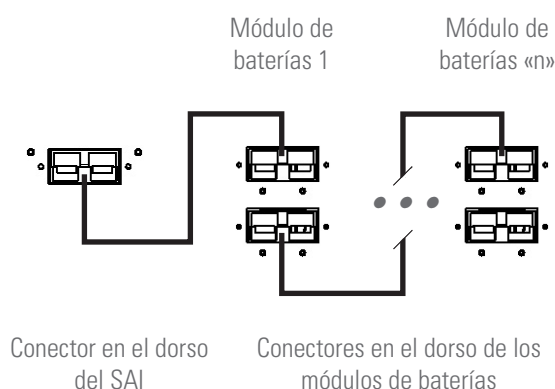

Fig. 18. Ejemplo de conexión entre SAI con módulos de baterías, mediante conectores.
- La conexión del SAI con el módulo de baterías se realizará mediante la manguera de cables suministrada, conectando en primer lugar uno de los extremos a los bornes o conector del SAI y el otro a los bornes o conector del módulo de baterías. A modo de ejemplo ver la Fig. 18.